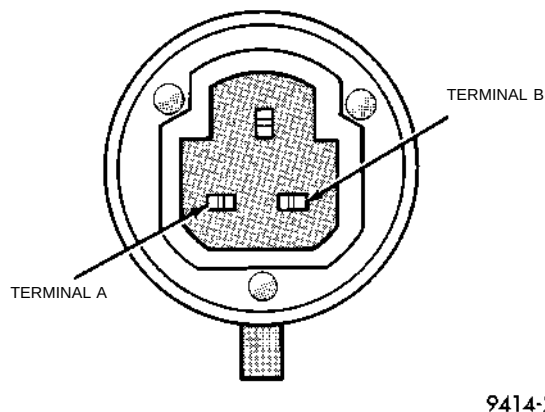

Fig. 80 Sensor de temperatura del refrigerante del motor
(2) Conecte un voltímetro/ohmímetro de alta impedancia de entrada (digital) a los terminales A y B (Fig. 80). El ohmímetro debe indicar lo siguiente:
(3) Mida la resistencia del mazo entre el terminal 28 del conector de 60 vías del PCM y el conector del mazo del sensor. Asimismo, verifique si existe continuidad entre el terminal 51 del conector de 60 vías del PCM y el conector del mazo del sensor. Para informarse sobre los circuitos, consulte el Grupo 8W,